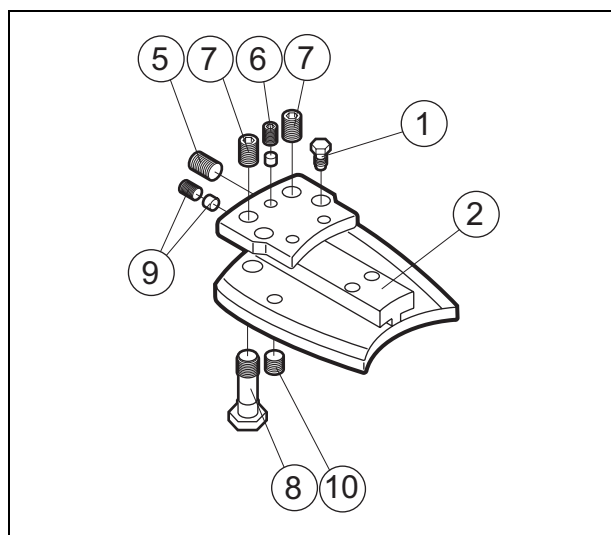

Fig. 17 Support de barre
4. Desserrer les vis-mère (1) avec une clef de 11 mm jusqu'à ce que le support de barre (2) puisse être enlevé du dispositif de tensionnage (3). Voir Fig. 17.